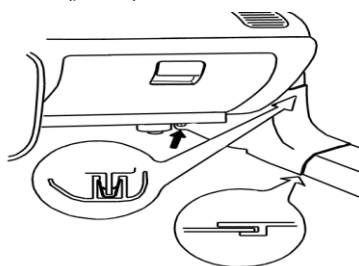

Рис. 6
- 12) Снимите с правой стороны машины декоративный кожух. Кожух снимается в последовательности: открутить винт, освободить нижнюю часть от зацепления, резко потянуть нижнюю часть на себя, так что бы вывести из зацепления с кузовом верхнюю часть кожуха, при этом не применять чрезмерных усилий (рис. 6).